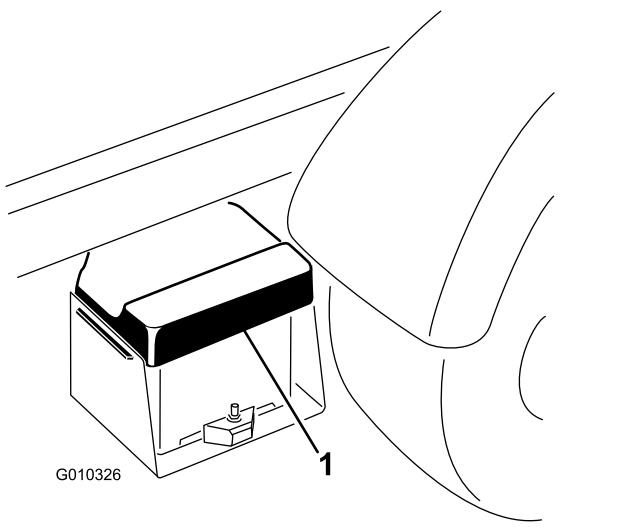

Figura 50
- Stringete il coperchio della batteria per liberare le linguette dalla cassetta della batteria, quindi rimuovete il coperchio della batteria dalla cassetta della batteria stessa (Figura 50).